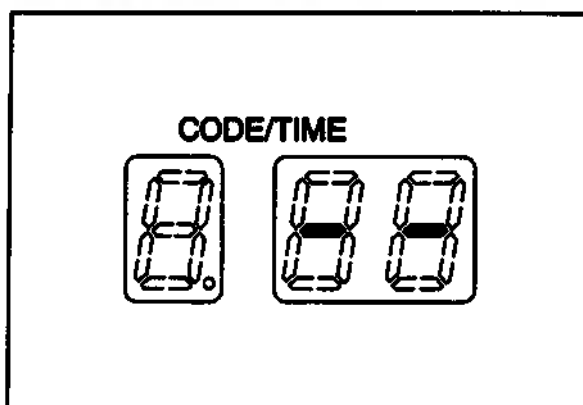

Рис. 4.38
8. При прекращении слива дезинфицирующего раствора слышится длинный зуммерный сигнал, а на дисплее «CODE/TIME» главной панели управления появляется знак [--], показывающий завершение процесса (см. рис. 4.38).